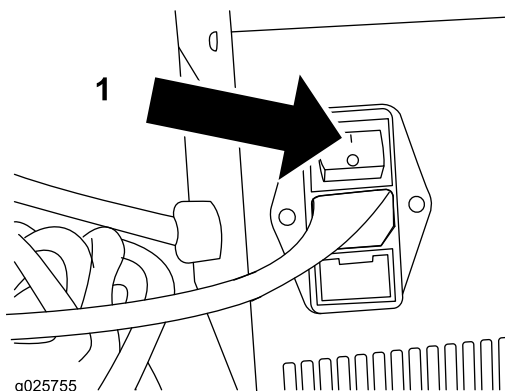

図 7
8. チャージャのスイッチを入れる図 7。ON ランプが点灯する。